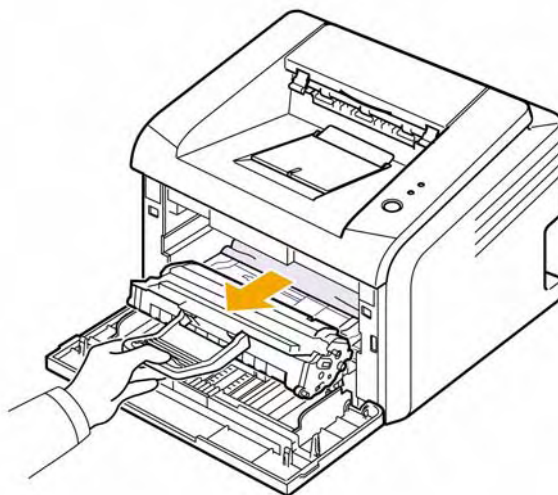

Рисунок 6
1. Откройте переднюю крышку, PL 1, и выньте тонер-картридж, PL 1, рисунок 6.